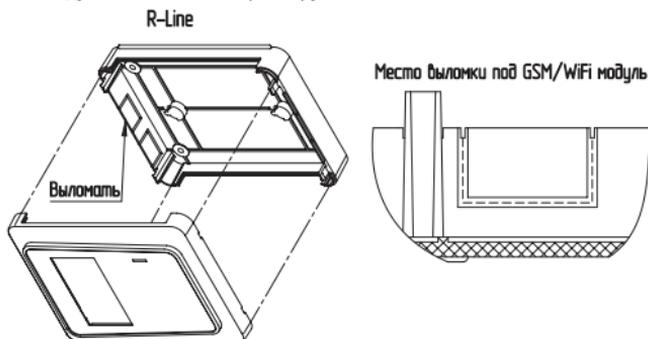

Рис.2 Подключение модуля GSM/WiFi к платам управления котлов R-Line
4. Выломать соответствующую заглушку (**см.Рис.2**) на нижней части контроллера;
5. Установить SIM-карту (**Рис.2, поз.4**) в модуль GSM/WiFi до упора, как показано на **Рис.2** и на наклейке модуля GSM/WiFi;
6. Подключить плату управления модуля GSM/WiFi (**Рис.2, поз.2**) к контроллеру R-Line при помощи кабеля (**Рис.2, поз.5**) к разъёму X3 контроллера как показано на **Рис.2**;
7. Подключить антенну (**Рис.2, поз.3**) в соответствующий разъём (**Рис.2, поз.7**);
8. Установить модуль GSM/WiFi (**Рис.2, поз.2**) на контроллер в соответствии с **Рис.2**, зафиксировав его крепежами (**Рис.2, поз.6**);